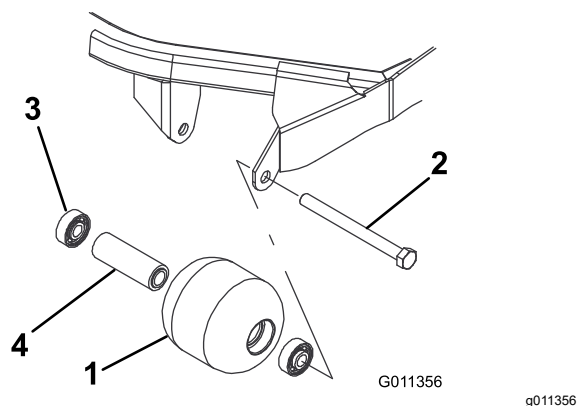

Figura 121
1. Retire el perno de montaje del rodillo (Figura 121).
4. Inspeccione el alojamiento del rodillo, los cojinetes, y el espaciador del cojinete (Figura 121) Sustituya cualquier componente dañado y móntelos.
1. Introduzca a presión el primer cojinete en el alojamiento del rodillo (Figura 121). Haga presión solamente sobre el anillo de rodadura exterior, o de forma igual sobre el anillo exterior y el interior.
2. Introduzca el espaciador (Figura 121).
3. Introduzca a presión el segundo cojinete en el alojamiento del rodillo (Figura 121). Presione de manera uniforme sobre el anillo de rodadura interior y el exterior hasta que el anillo de rodadura interior entre en contacto con el espaciador.